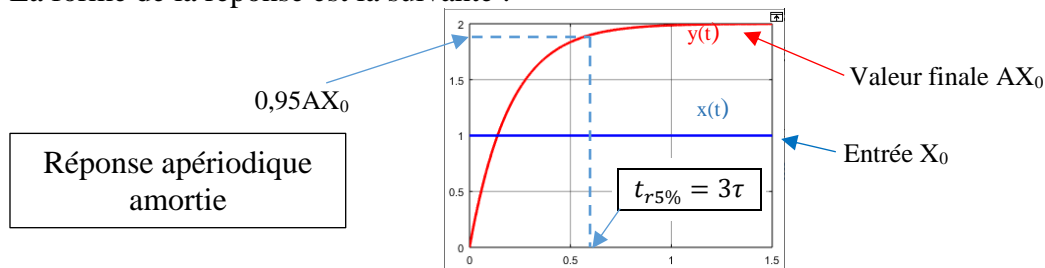

Figure 1
N.B : essai figure 1 :  $X_0=1$ ,  $A=2$  et  $\tau=0,2s$ .